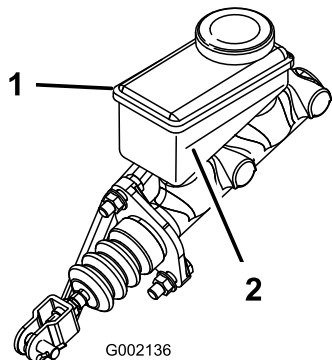

図 45
2. タンクの側面についているマークで、量を点検する図 45。
- B. 最低ラインより上まで DOT 3 ブレーキ液を補給する 図 45。